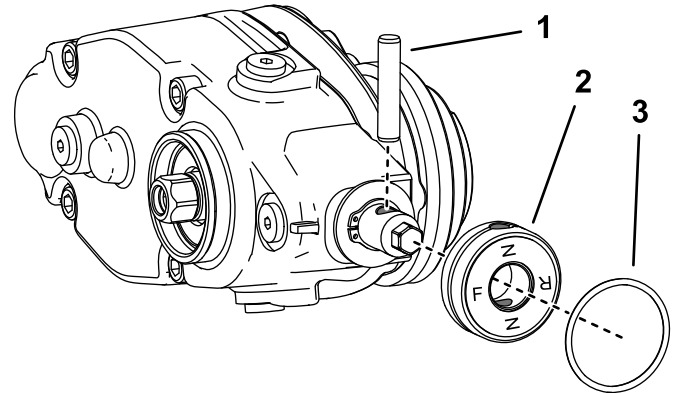

図 14
7. 左側にグルーマを取り付ける場合は、以下の作業を行ってください 図 14